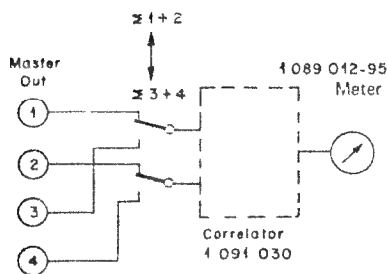

Fig. 6.3.-1
- Ecke des Prints 1.089.011-11 gemäss Fig. 6.3.-5 entfernen.
- Korrelator-Instrument auf Print 1.089.011-11 montieren und anschliessen (siehe Fig. 6.3.-5).
- Anschlüsse an Cannon-Stecker MASTER OUT 1 ... 4 gemäss Skizze ausführen (Fig. 6.3.-6).